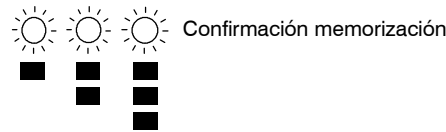

fig. 8.9
- 10 Para la memorización de la configuración programada, hay que mantener presionado el pulsador de restablecimiento caldera durante, aproximadamente, 5 segundos; todos los indicadores luminosos de señalación centellean simultáneamente, como se describe en fig. 8.9